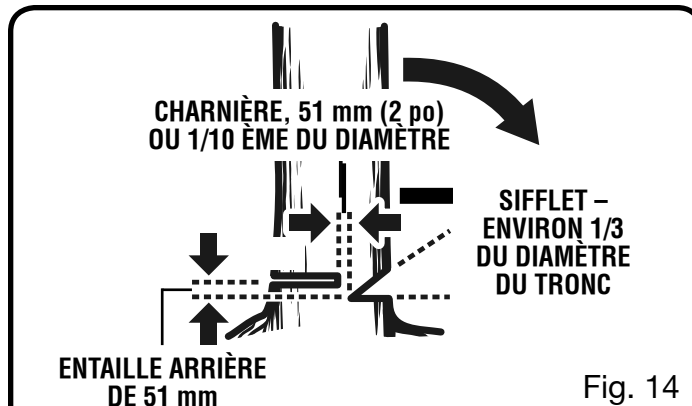

Fig. 14
- **Entaille de dessous.** Pratiquer une entaille d'environ le tiers du diamètre du tronc, perpendiculairement à la ligne de chute. Veiller à ce que les entailles du sifflet se rejoignent à angle droit par rapport à la ligne de chute. Le sifflet doit être taillé de façon à présenter une ligne droite. Pour empêcher le pincement de la scie sous le poids du bois, toujours effectuer l'entaille inférieure en premier. *Voir la figure 14.*
- **Entaille d'abattage.** L'entaille d'abattage doit toujours être de niveau et horizontale et effectuée à au moins 51 mm (2 po) au-dessus de l'entaille horizontale du sifflet. *Voir les figures 14 et 15.*
- Ne jamais couper jusqu'au sifflet. Toujours laisser une épaisseur de bois d'environ 51 mm (2 po) ou 1/10^{ème} du diamètre du tronc entre l'entaille d'abattage et le sifflet. Ceci s'appelle une « charnière ». Cette charnière contrôle la chute de l'arbre et empêche le tronc de glisse, de pivoter ou de basculer sur la souche. *Voir les figures 14 et 15.*